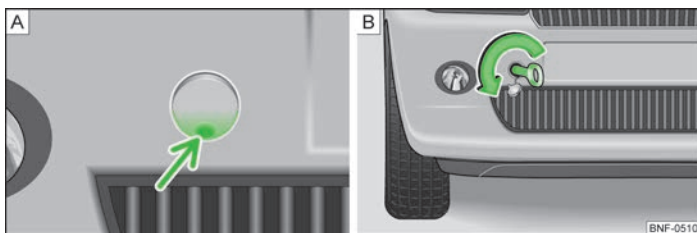

Bild 118 Främre stötfångare: Täckkåpa/Montering av bogserögla
- Tryck på undre området av kåpan (pilar) » bild 118 - , för att lossa spärren till kåpan.
- Skruva in bogseröglan för hand i pilens riktning till stoppet » bild 118 - . För fastdragning rekommenderar vi att t.ex. hjulnyckeln, bogseröglan från ett annat fordon eller ett liknande föremål används, vilket går att sticka igenom bogseröglan.